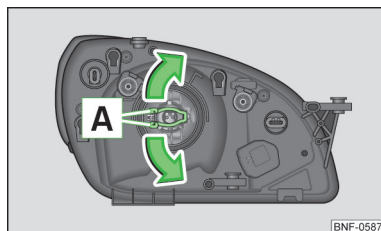

Fig. 128
- Tryk låsebøjlen **A** » Fig. 128 i retning mod forlygten, og hægt den derefter af i pilenes retning.